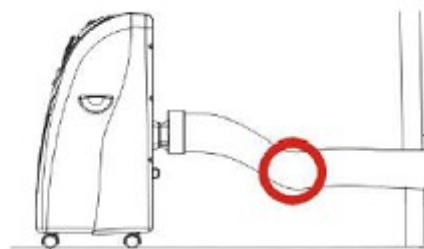

FIG. 8
- Evite a formação de dobras na mangueira pois estas podem causar uma obstrução na saída de ar provocando assim o sobreaquecimento do aparelho e consequente paragem do seu funcionamento. As Fig. 8 & 9 demonstram a posição correcta da mangueira de exaustão.